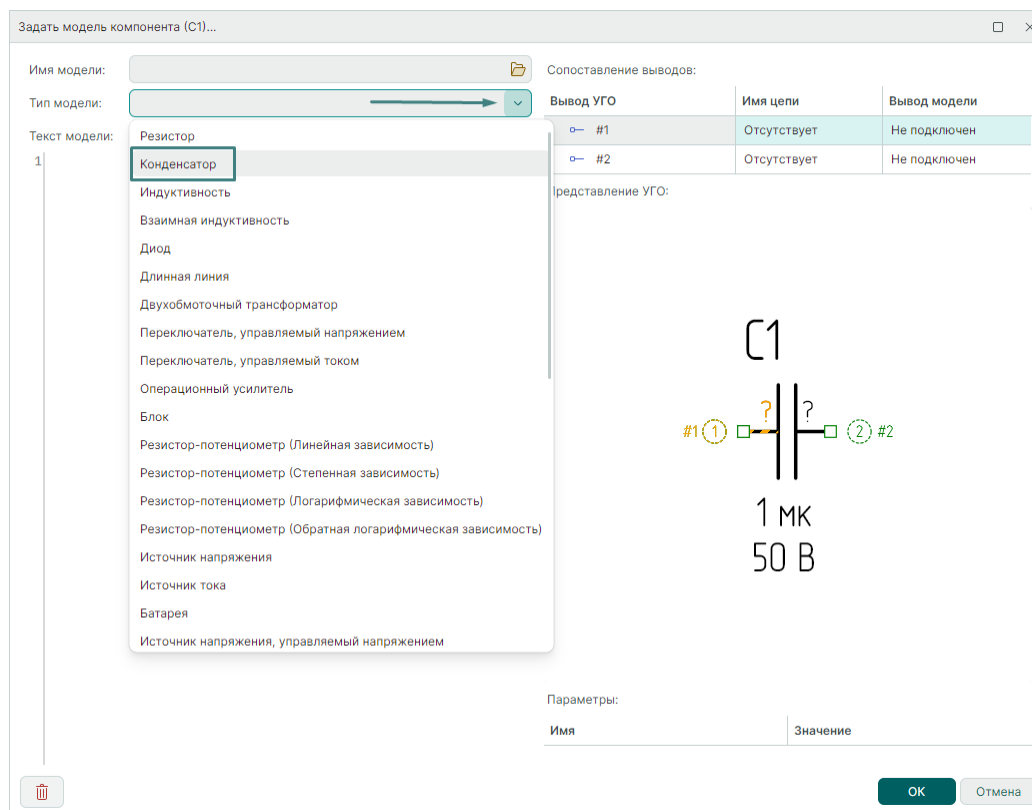

Рис. 20 Выбор типа модели в окне «Задать модель компонента»
2.2. Для добавления модели из внутренней библиотеки SPICE-моделей в поле «Тип модели» выберите из выпадающего списка тип модели, см. Рис. 20.